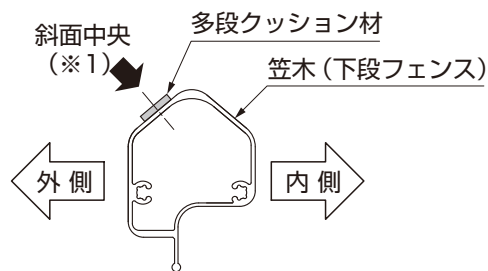

図2-3
- 多段クッション材を斜面の端に貼付けたり、曲がって貼付けると意匠や機能上に不具合が生じます。中央部をまっすぐに貼付けるようにしてください。(※1) (図2-3参照)
- ①下段フェンス本体を主柱に【8-2】、端柱に【9-2】で取付けてください。
- ②多段クッション材を笠木の斜面中央(※1)に貼付けてください。(図2-3参照)
- ③上段フェンス本体を主柱に【8-2】、端柱に【9-2】で取付けてください。
- ④主柱キャップを主柱に【8-1】、端柱キャップを端柱に【9-1】で取付けてください。